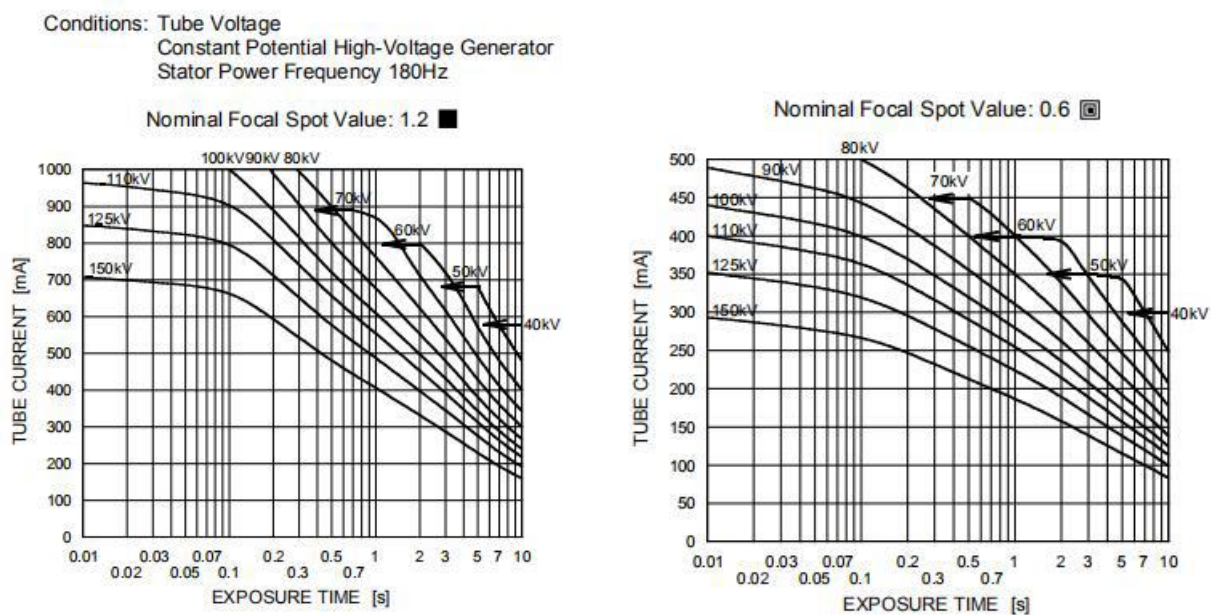

Figura 2-2 Tablas de potencia máxima (trifásica 180 Hz)
16. Tablas de potencia máxima como se muestra en la figura 2-2.